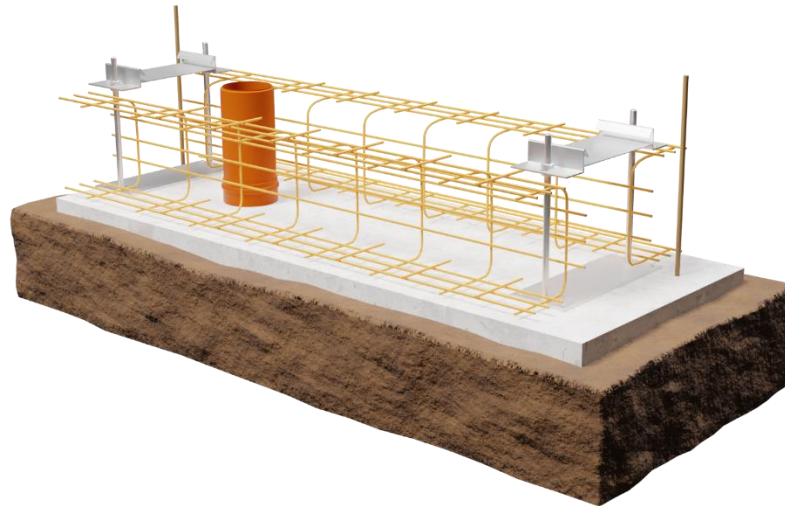

Abbildung 3
- 5) Anschließend kann die Stahlbewehrung eingebracht werden. Wir empfehlen die Bewehrung mit den Gewindestangen der Einbaustützen zu verbinden, um einen besseren Halt zu gewährleisten. – **siehe Abbildung 3.**